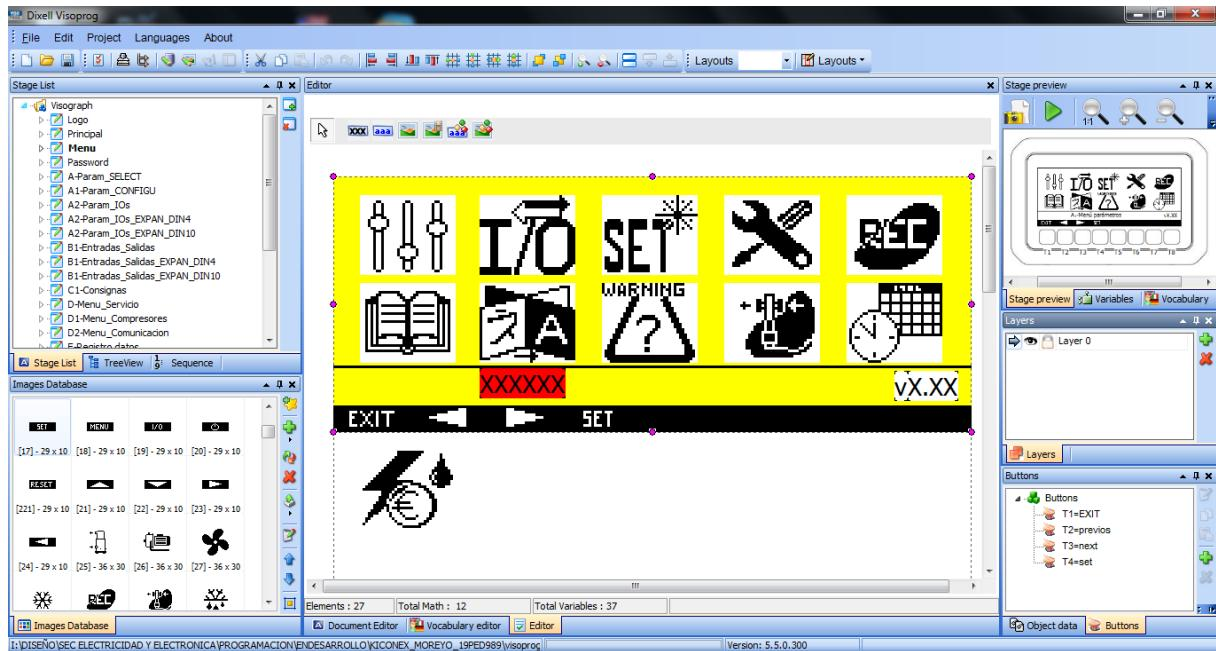

Figura 1.5: Aspecto interfaz Visoprog
*Visoprog* tiene también una sección destinada a textos estándar, así se puede cambiar un texto en un solo sitio, y no en los cincuenta sitios en los que se está empleando. La Figura 1.5 representa el aspecto de la interfaz del programa.